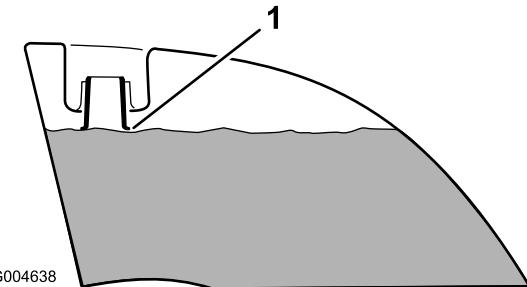

図 11
4. 両方の燃料タンクに、上面から約2.5 cm下まで燃料を補給する（図 11）。入れすぎないように注意すること。